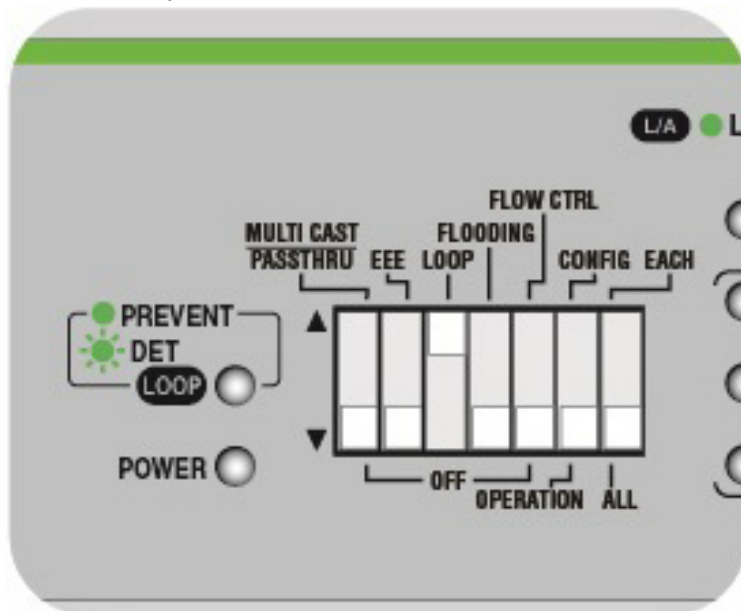

Рисунок 34. Положение DIP-переключателя для включения защиты от образования петель
- Установите DIP-переключатель № 3 в верхнее положение, чтобы включить защиту от образования петель. См. рис. 34.